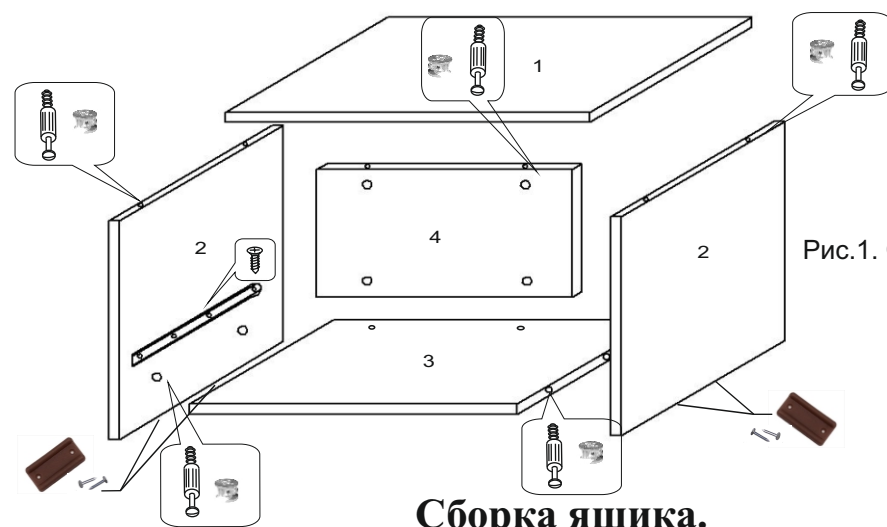

Рис.1. Сборка тумбы
1. Перед сборкой необходимо вернуть винты эксцентриков Ф-3 в отверстия Ø5 с помощью отвертки в дет. 1,2, в отверстия на пласти Ø15 вставить эксцентрики Ф-4 в дет. 2,3,4 (рис. 1). Прибить к нижним торцам боковин (дет. 2) подпятники Ф-12 с помощью гвоздей Ф-9.
2. К боковинам (дет. 2) прикрутить направляющие ящиков Ф-10 с помощью саморезов Ф-1 (рис. 1)(см. раздел Установка направляющих)